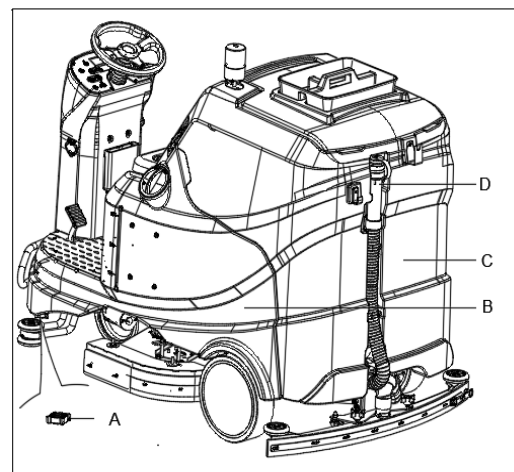

Figura 15
Quando o visor multifunções (47, Figura 3) mostra ERROR24 e o indicador de tanque de recuperação cheio (48, Figura 3) é ligado. Indica que o tanque de recuperação (C, Figura 15) está cheio, o motor a vácuo não pode mais secar o piso. Esvazie o tanque de recuperação conforme as seguintes etapas:
4. Esvazie o reservatório da água de recuperação com a mangueira (D, Figura 15). De seguida, limpe o tanque (C, Figura 15) com água limpa.
1. Esvazie o tanque de solução através da saída (A, Figura 15). Quando terminar, limpe o tanque com água limpa.
2. Esvaziar os tanques (B e C, Figura 15) como mostrado no parágrafo anterior.